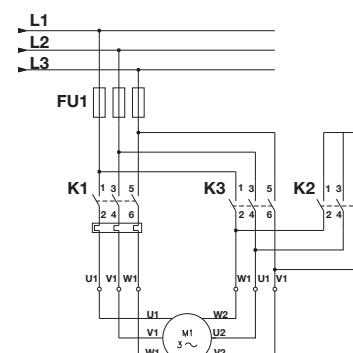

Fig. 11 Schéma de branchement pour démarrage étoile/triangle
- schéma de branchement pour démarrage direct (fig.10) et pour étoile/triangle (fig.11)
- schéma de branchement pour démarrage étoile/triangle (fig.11)